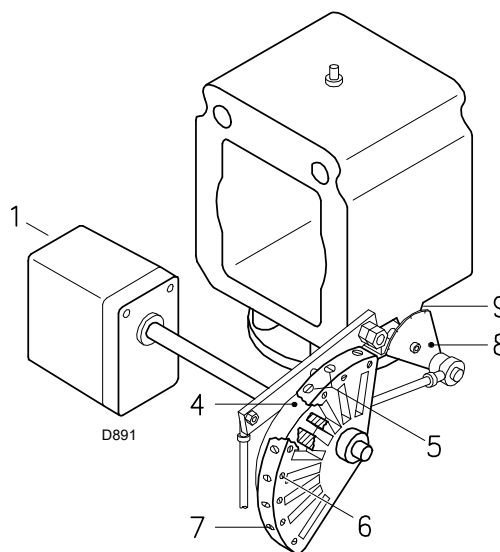
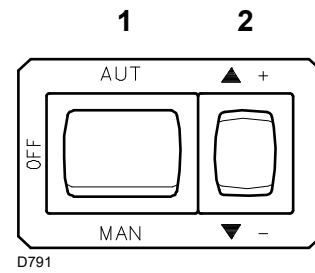
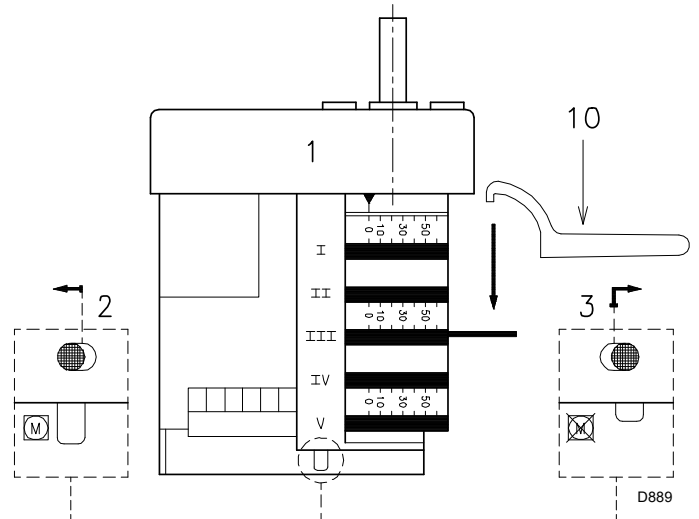

Fig. 28
Fig. 29
Fig. 30
Tryk nu på knappen 2)(Fig. 29 på side 29) "effektøgning" og hold den nede, indtil servomotoren åbner luftspjældet og gasspjældet.
Variér gradvist den endelige profil af knasten 4)(Fig. 28 på side 28) ved at justere skruerne 7).
Minimumseffekten skal vælges inden for det arbejdsplan, der er angivet i sid. 10. Tryk på knappen 2)(Fig. 29 på side 29) "reduktion af effekt" og hold den nede, indtil servomotoren lukker luftspjældet og gasspjældet ved 20° (fabriksindstilling).
- Hvis den skal reduceres, skal vinklen på knast III (Fig. 30) reduceres en smule med små, successive bevægelser, dvs. bevæg dig fra en vinkel på 20° til 18° - 16°....
- Hvis den skal øges, skal du kort trykke på knappen "effektøgning" 2)(Fig. 29) (åbne gasspjældet med 10-15°), øge vinklen på knast III (Fig. 30) med små, successive bevægelser, dvs. bevæg dig fra en vinkel på 20° til 22° - 24°.... Tryk derefter på knappen "reduktion af effekt", indtil servomotoren vender tilbage til den minimale åbningsposition, og mål gassens strømningshastighed.
Variér gradvist startprofilen af knasten 4) ved at justere skruerne 5)(Fig. 28). Hvis det er muligt, så undlad at dreje den første skrue: det er den, der skal lukke luftspjældet helt.
Tryk kort på knappen 2)(Fig. 29) "effektøgning", så servomotoren roterer ca. 15°. Juster skruerne, indtil optimal forbrænding er opnået. Fortsæt på samme måde med de efterfølgende skruer. Sørg for, at knastens profil ændres gradvist.
Sluk brænderen med kontakten 1)(Fig. 29), position OFF, frakobl knasten 4)(Fig. 28) fra servomotoren ved at trykke og flytte knappen 3)(Fig. 30) mod højre, og kontroller flere gange ved manuelt at dreje knasten 4)(Fig. 28) frem og tilbage, at bevægelsen er jævn og fri for fastklemning.
Fastgør knast 4),(Fig. 28) til servomotoren igen ved at flytte knappen 2)(Fig. 30) til venstre.
Når justeringen er færdig, skal den fastgøres ved at dreje skruerne 6)(Fig. 28).